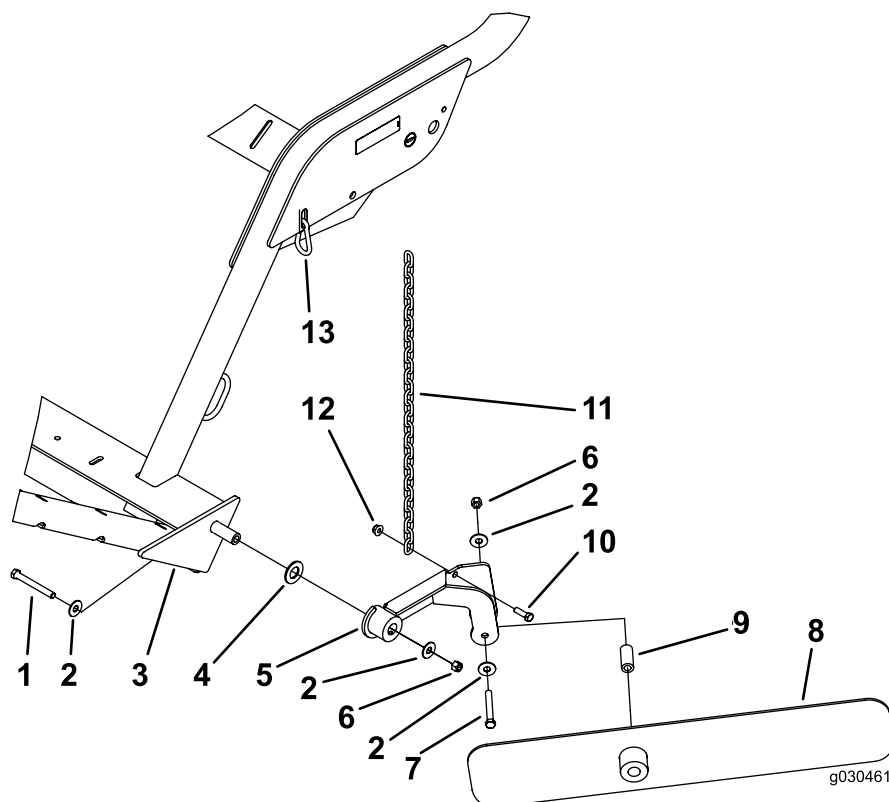

Figura 15
Nota: Coloque los componentes según se muestra en Figura 15.
- Sujete el deflector al conjunto de montaje con un perno (7/16" x 3/4"), 2 arandelas planas, un espaciador y una contratuerca (7/16"). Monte los componentes tal y como se muestra en Figura 15.
3. Fije la cadena al conjunto de montaje del deflector con un perno (3/8 x 1/4") y una tuerca con arandela prensada (3/8") (Figura 15).
4. Fije el otro extremo de la cadena a la ranura del bastidor con el mosquetón (Figura 15).